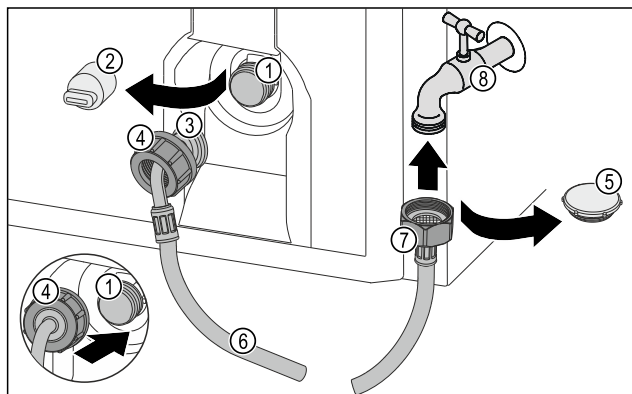

Fig. 22
- ▶ 移除密封盖 Fig. 22 (5)。
- ▶ 将软管直头 Fig. 22 (7) 装在水龙头 Fig. 22 (8) 上。
- ▶ 顺时针拧紧软管直头 Fig. 22 (7) 上的螺母。